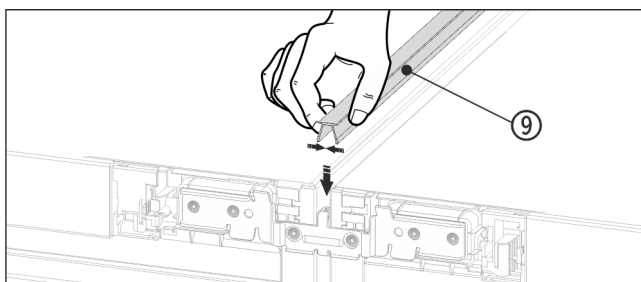

Fig. 19
- Na hornej strane zatlačte do medzery krátku kryciu líštu Fig. 19 (9).